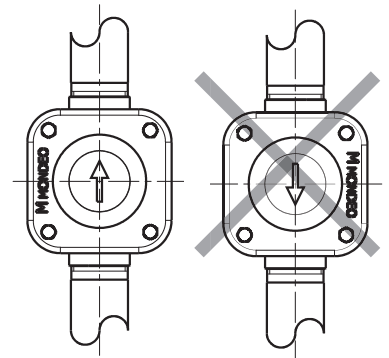

Abb. 2
- Die Rückschlagklappe kann vertikal (Abb. 2) montiert werden, wobei der Pfeil, der die Flussrichtung anzeigt, nach oben weisen muss.